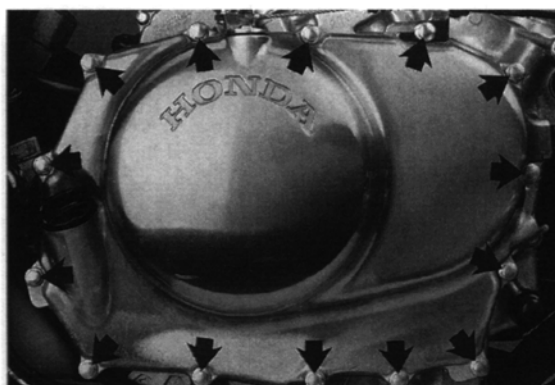

Bild 67
- 14 Befestigungsschrauben des Gehäusedeckels ausdrehen (Bild 67) und Deckel abnehmen. Auf Verbleib der beiden Passhülsen achten (Bild 68).